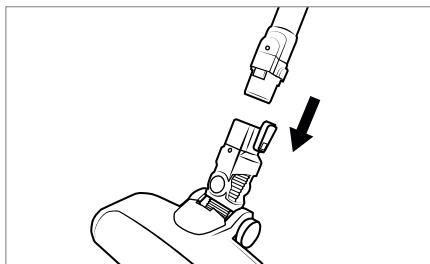

Fig. 2
- 2) Infilare il tubo di aspirazione 23 nella spazzola per pavimenti 21 fino a quando non si innesta in posizione con un clic (vedere fig. 2).